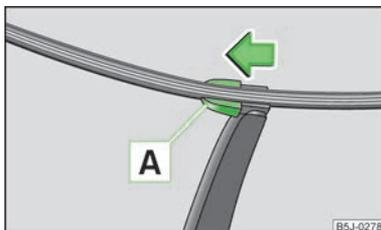

Abb. 33
- › Den Scheibenwischerarm von der Scheibe abklappen und das Scheibenwischerblatt rechtwinklig zum Wischerarm stellen » Abb. 33.
- › Das Scheibenwischerblatt auf den Scheibenwischerarm setzen und die Sicherung **A** » Abb. 33 verriegeln.